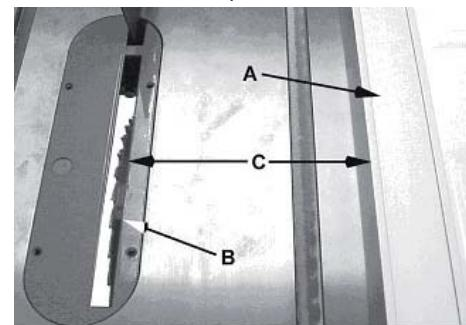

Рис. 29
- Паралельний упор (A, Рис. 29) повинен бути встановлений за ширину розпилу (C, Рис. 29), використовуючи шкалу передньої планки або вимірювши відстань між пилляльним диском (B) та упором (A).